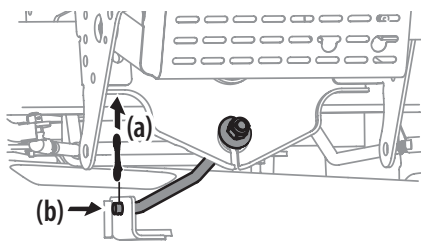

Figure 33
9. Pour les plateaux de coupe de 36, 42 et 46 po, retirez la goupille fendue (a) qui retient la tige de relevage (b) du plateau. Faites glisser la tige de relevage du plateau hors du support soudé. Voir Figure 33.